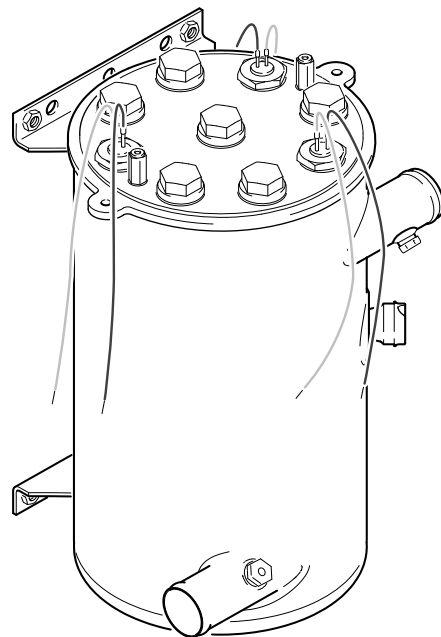

Fig. 805
4. Placer l'échangeur de chaleur à la verticale (voir Fig. 805).